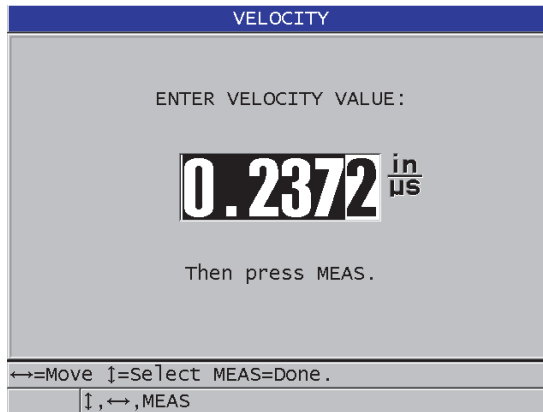

Figura 5-7 Introducción de la velocidad acústica conocida del material
2. En la pantalla **VELOCIDAD (VELOCITY)** [ver la Figura 5-7 en la página 92], utilice las teclas de dirección para modificar el valor conocido de la velocidad acústica.